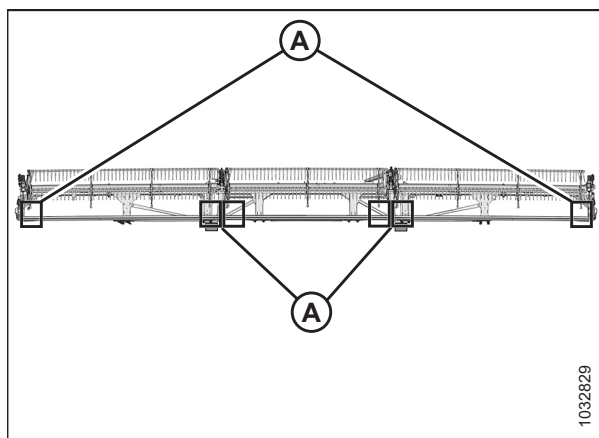

Figura 4.264: Punti di misurazione FlexDraper® – A tre aspi
- Testate a tre aspi: Figura 4.264, pagina 456